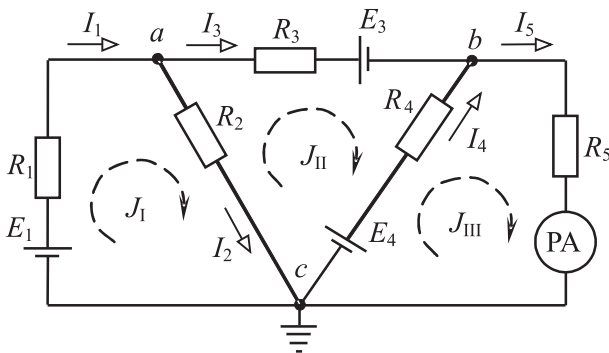

Рис. 1.15
Задача 1.21. В цепи (рис. 1.15) $E_3 = 10 \text{ В}$, $E_4 = 80 \text{ В}$, $R_1 = 2 \text{ Ом}$, $R_2 = 24 \text{ Ом}$, $R_3 = 4,5 \text{ Ом}$, $R_4 = 10 \text{ Ом}$, $R_5 = 2 \text{ Ом}$. Амперметр показывает ток $I_5 = 10 \text{ А}$. Определить ЭДС E_1 . Для контрольной проверки составить баланс мощностей.
Задача 1.22. В цепи (рис. 1.15) $E_1 = 56 \text{ В}$, $E_3 = 10 \text{ В}$, $E_4 = 80 \text{ В}$, $R_1 = 1 \text{ Ом}$, $R_2 = 12 \text{ Ом}$, $R_3 = 4,5 \text{ Ом}$, $R_4 = 10 \text{ Ом}$, $R_5 = 2 \text{ Ом}$. Определить токи ветвей следующими методами: 1) непосредственного использования законов Кирхгофа; 2) контурных токов; 3) узловых потенциалов.
2. *Метод контурных токов.* Число составляемых по методу контурных токов уравнений сокращается до $m - (n - 1)$. Произвольно обозначаем на схеме (рис. 1.15) положительные направления контурных токов J_I , J_{II} и J_{III} . Получаем по второму закону Кирхгофа уравнения для контурных токов:
Принимаем потенциал одного из узлов, например узла с, равным нулю (рис. 1.15). Записываем систему уравнений для определения потенциалов узлов a и b :